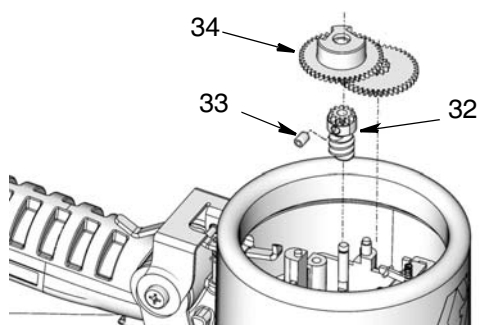

FIG. 32
- Placez les roues dentées (32, 34). Avec une clé hexagonale de 2 mm, vissez et serrez la vis sans tête (33) des roues dentées. (FIG. 32).